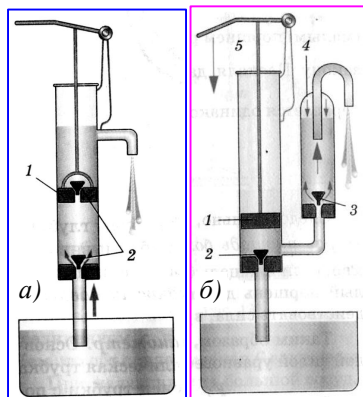

Рис. 69.3. Поршневой насос: а) без воздушной камеры; б) с воздушной камерой.
Насос схематически изображен на *рис. 69.3*. Он состоит из цилиндра, внутри которого
1. На какую предельную высоту можно поднять воду поршневым насосом (см. *рис. 69.3, а*) при нормальном атмосферном давлении?
2. На какую наибольшую высоту можно поднять спирт, ртуть поршневым насосом (см. *рис. 69.3, а*) при нормальном атмосферном давлении?
3. Объясните работу поршневого насоса с воздушной камерой (*рис. 69.3, б*), где **1** – поршень, **2** – всасывающий клапан, **3** – нагнетательный клапан, **4** – воздушная камера, **5** – рукоятка. Сравните работу насосов *а*) и *б*). Что происходит при движениях их поршней вверх и вниз? Какую роль играет воздушная камера? Можно ли поднять каким-нибудь из этих насосов воду с глубины большей 10,3 м? Может для этого надо что-то изменить в конструкции?